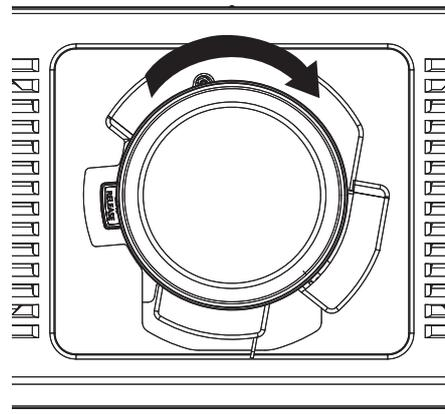

Fig. 3
3) Ruotare l'obiettivo di proiezione in senso orario fino a percepire un rumore di scatto. (Fig. 3)